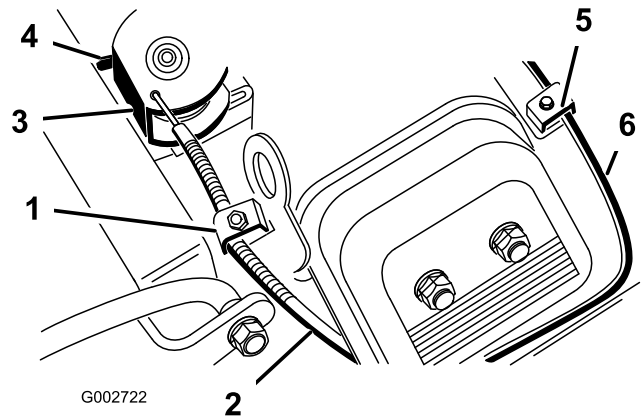

Bild 36
2. Lockern Sie die Klemmschraube des Bowdenzugs, mit der dieser am Motor befestigt ist (Bild 36).
4. Ziehen Sie fest am Bowdenzug, bis die Rückseite der Schwenkplatte den Anschlag berührt (Bild 36).
4. Ziehen Sie fest am Chokeyzug (Bild 36), bis die Choke-Drosselklappe ganz geschlossen ist; ziehen Sie dann die Klemmschraube des Chokeyzugs fest.